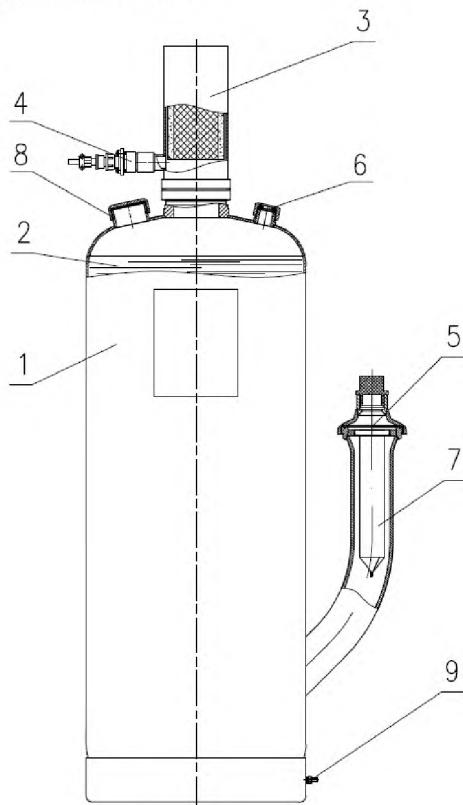

Рис.2. Устройство модуля пожаротушения тонкораспылённой водой «Буран 50TPB».
4.1. Модуль после сборки (рис. 2) представляет собой герметичную конструкцию, состоящую из стального корпуса 1, заполненного огнетушащим веществом 2, газогенератора 3, электровоспламенителя 4, разрывной мембранны модуля 5, предохранительной мембранны 6. В направляющей горловине модуля установлен сетчатый фильтр 7. На верхней части корпуса имеется заливная горловина 8, на нижней - узел заземления 9.
В период эксплуатации модуля доливка ОТВ в модуль выполняется через заливную горловину (Рис.2). Для этого необходимо Открутить крышку заливной горловины, снять паронитовую прокладку, долить ОТВ через воронку, проконтролировать уровень ОТВ в соответствии с п. 7.3. Уложить паронитовую прокладку на заливную горловину, закрутить крышку. Опломбировать соединение «крышка-корпус модуля»